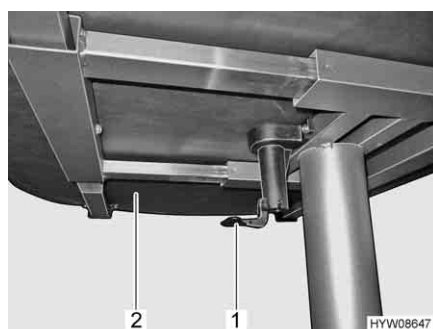

Fig. 123 Leva per spostare il piano del tavolo
- Tirare o spingere la leva (Fig. 123,1) verso il basso.
- Spingere il piano del tavolo (Fig. 123,2) nella posizione desiderata.